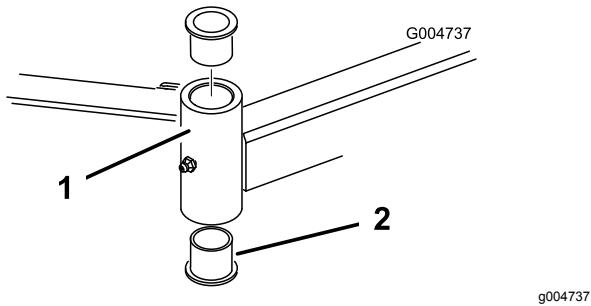

Figura 124
4. Introduza um punção para cavilhas na zona superior ou inferior do tubo de montagem e retire o casquillo para fora do tubo (Figura 124).